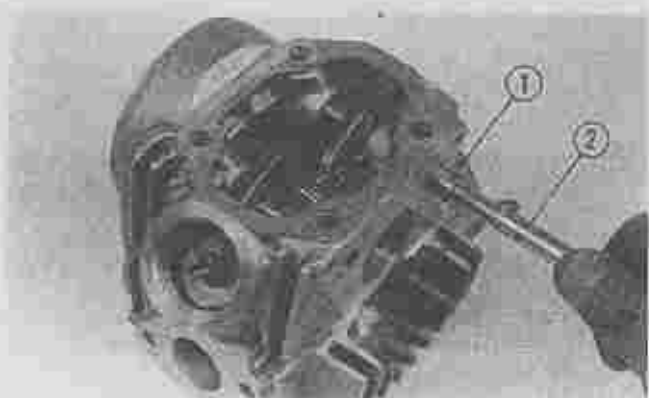

Fig. 37 ① Tuimelaars ② 8 mm bout
- 2) Trek de tuimelaar-asjes uit de kop met behulp van de inwendige draad en een 8 mm bout (b.v. een motor bevestigingsbout). (Fig. 37)